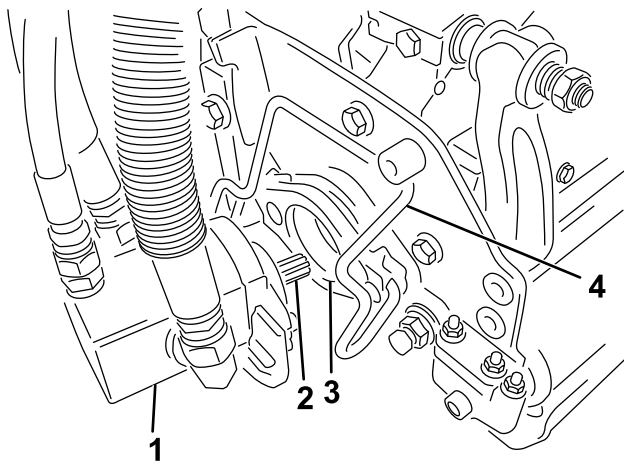

Figure 47
5. Enduisez de graisse propre l'arbre cannelé du moteur de l'unité de coupe (Figure 47).
6. Insérez le moteur dans le côté gauche de l'unité de coupe (vu de la position de l'utilisateur) et tirez la barre de retenue du moteur située sur l'unité de coupe vers le moteur jusqu'à ce que vous entendiez un déclic des deux côtés du moteur (Figure 47).